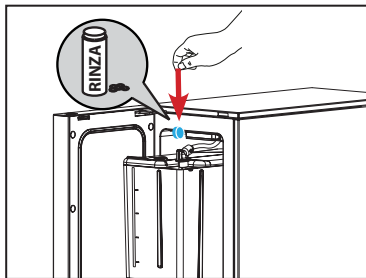

图 7
7. 在清洁容器中加入一片 RINZA 清洁片（参见图 7）。
7. 倒空牛奶罐，然后用温水冲洗牛奶罐和盖子（必要时，用温和的清洁剂清洗牛奶罐）（参见图 7）。
7. 倒空牛奶罐（参见图 7）。